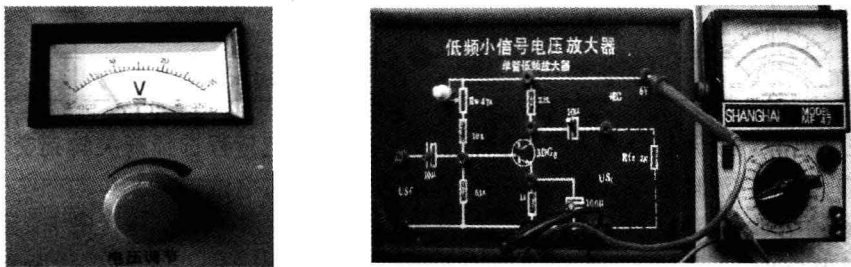

图 1-8 单管放大电路的直流电压测量
- (1) 准备好 MF47 型万用表、单管放大电路、实验台稳压电源，检查上述物品是否有损坏。
- (2) 连接好电路，稳压电源调至直流 6V 挡，用万用表检测直流 6V；用导线连接好稳压电源和单管放大电路电源，确保极性无错误。单管放大电路的直流电压测量如图 1-8 所示。